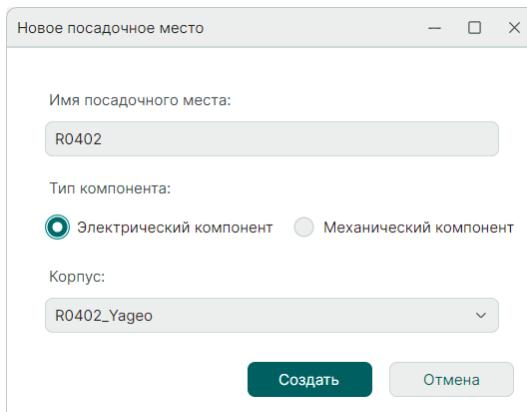

Рис. 74 Выбор параметров посадочного места
- 1.4. В окне «Новое посадочное место» заполните поля и выберите необходимые элементы, см. Рис. 74.